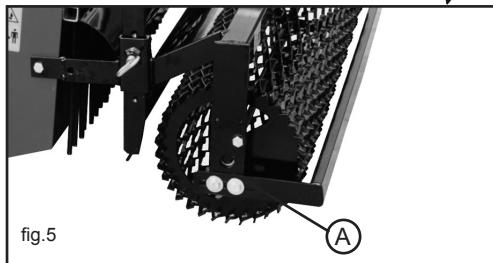

fig.5
2. Engrasar los soporte del rodillo (fig 5 - ref.A).